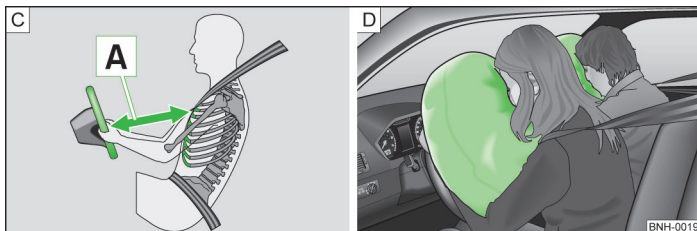

Fig. 165 Distanza di sicurezza dal volante / airbag gonfiati di gas
Quando gli airbag si attivano, si gonfiano davanti al conducente e al passeggero » fig. 165 - D. L'affondamento nell'airbag gonfio smorza il movimento in avanti del conducente e del passeggero e riduce il rischio di lesioni alla testa e al torace.
- A » fig. 165. Se non si rispetta questa distanza minima, il sistema airbag non può proteggere - pericolo di morte! Inoltre, i sedili anteriori e i poggiatesta devono sempre essere regolati in funzione della statura degli occupanti.